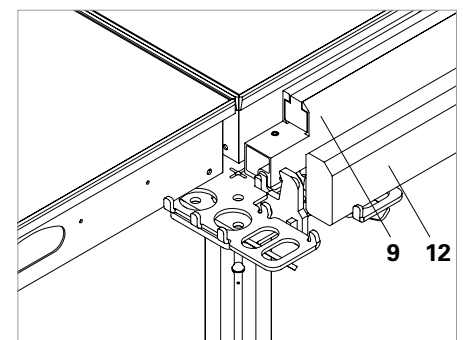

Fig. A5.13
- Poutrelle de rive SRT-2 (9) et Solive Bois SPH (12) ou Bois fournies par l'entrepreneur avec $b = 3.8 - 8$ cm et $h = 9.8$ cm. (Fig. A5.13)